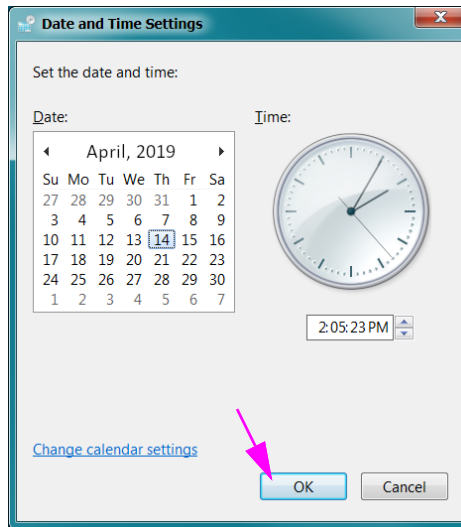

Figura 2-32. cuadro de diálogo Date and Time Settings (Configuración de fecha y hora)
2. Haga clic en el botón **Change Date and Time... (Cambiar fecha y hora...)**. Aparece el cuadro de diálogo Date and Time Settings (Configuración de fecha y hora). Consulte la figura 2-32.